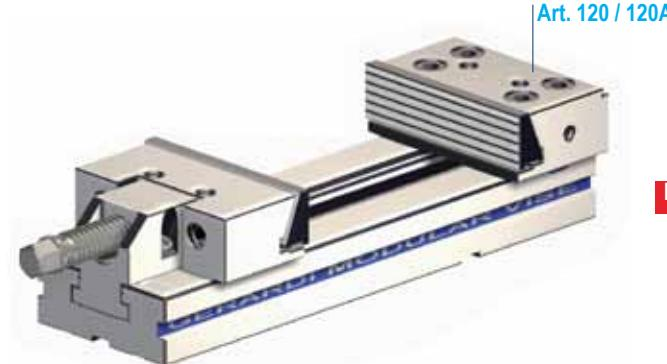

Fig. 1 | Pic. 1
- 1** - Assicurarsi che la morsa sia correttamente posizionata e ancorata alla tavola della macchina e che la ganascia fissa Art. 120 / 120A sia correttamente fissata. (Fig. 1)